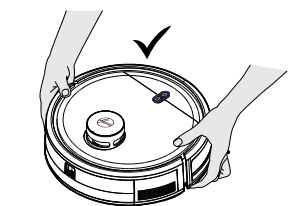

Fig. 19
**VIKTIGT:** Se alltid till att maskinen är avstängd innan underhåll. Använd alltid två händer för att lyfta och bära, och se till att roboten hålls i våg. [Fig. 19]